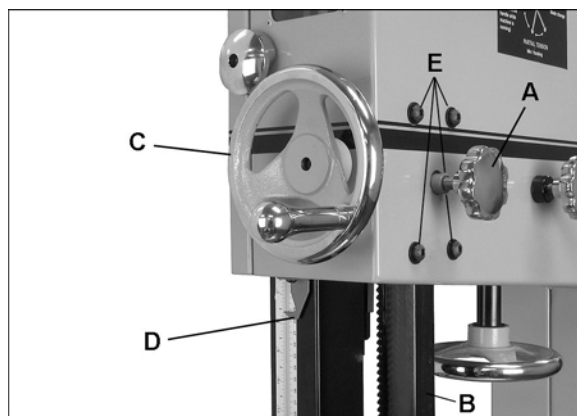

Рис. 29
См. Рис. 29.
4. Ослабьте ручку фиксации (А, Рис. 29) и установите направляющую стойку в верхнее положение.
6. Если направляющая стойка ходит вверх и вниз не по прямой (пильное полотно отклоняется, когда стойка поднята), слегка ослабьте четыре винта (Е, Рис. 29) и отрегулируйте стойку.